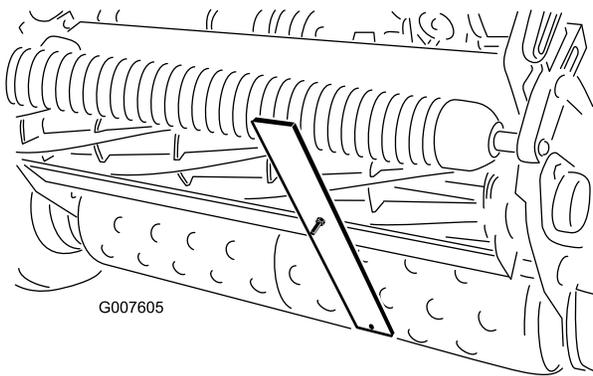

Figura 49
- Enganche la cabeza del tornillo sobre el filo de la contracuchilla y apoye el extremo trasero de la barra sobre el rodillo trasero (Figura 49).